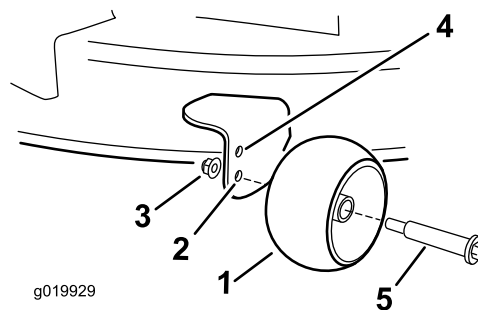

図 28
- 上の穴刈高が 63 mm 以下の場合に使用 図 28。
- 下の穴刈高が 76 mm 以上の場合に使用 図 28。